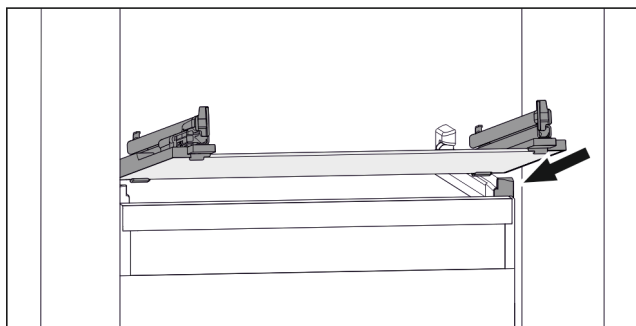

Fig. 119 Exempel på glashylla
- ▶ Sätt på glashylla i vinkel bakom stopplackarna. (se Fig. 119)